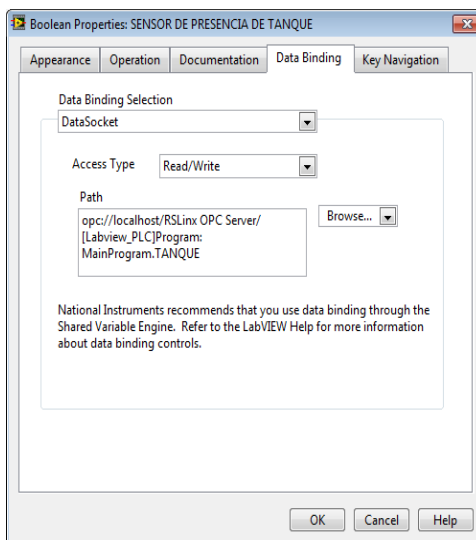

Figura 30: Pestaña “Data Binding” con todos los parámetros colocados
- En “Data Binding Selection” seleccionar entre sus pestañas “Read/Write”, también el “Browse” escoger entre sus opciones “DSTP Server” como se muestra en la figura 30.